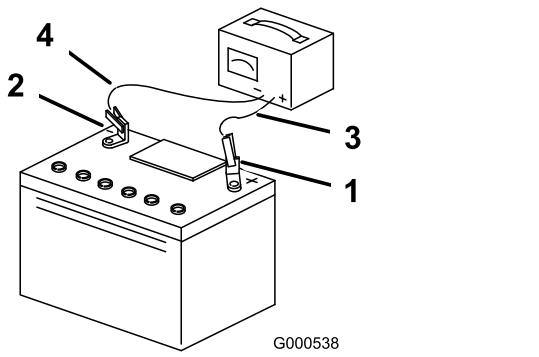

Figura 54
5. Quando a bateria estiver totalmente carregada, desligue o carregador da tomada elétrica e em seguida desligue os cabos do carregador dos bornes da bateria (Figura 54).